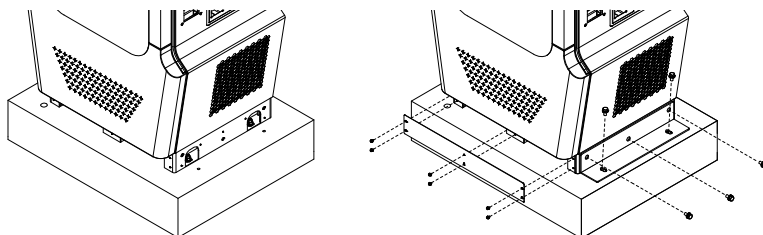

Figura 17. Instalación del soporte en L
6) Método de fijación 2: Perfore cuatro alvéolos de pernos de expansión M 12 para utilizar los 2 soportes en L que vienen en el paquete de accesorios. Véase la figura 17.
1) Fije los soportes en L con 4 pernos de expansión M12. Véase la figura 17.